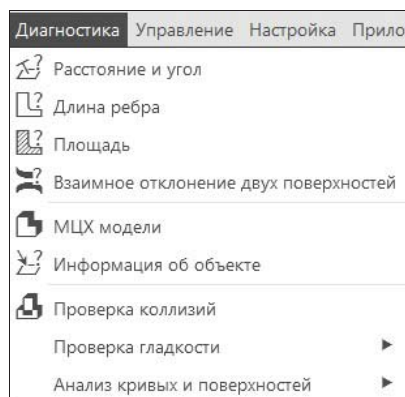

Рис. 18.7. Выпадающее меню пункта **Диагностика**
- ◆ **Диагностика** — содержит команды измерения (рис. 18.7);